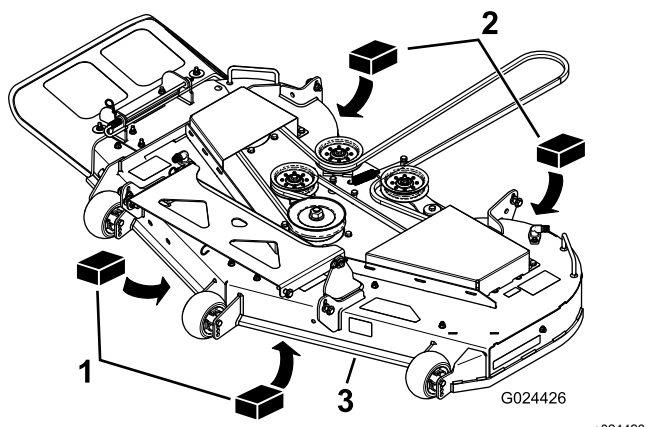

Figura 62
- Coloque dos bloques de 6.6 cm (2 5/8") debajo de cada lado del borde delantero de la carcasa, pero no debajo de los soportes de los rodillos protectores del césped (Figura 62).
- Coloque dos bloques de 7.3 cm (2 7/8") de grosor debajo del borde trasero del faldón de la carcasa de corte, uno en cada lado de la carcasa de corte (Figura 62).